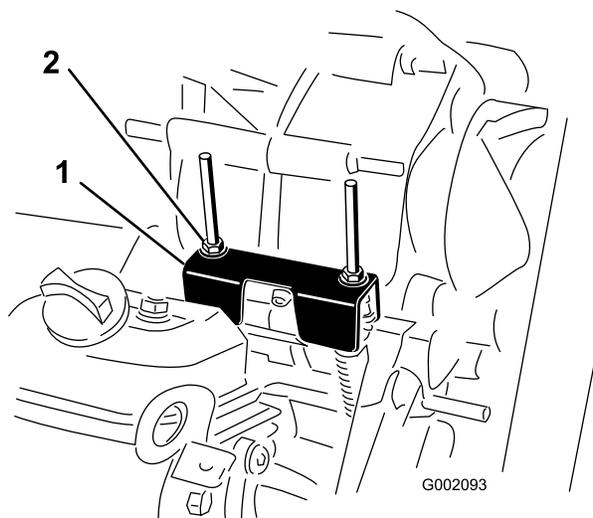

Figura 35
Durante l'esecuzione della manutenzione ordinaria e/o della diagnostica del motore, portate il transaxle in folle (Figura 35). Il veicolo è provvisto della posizione di folle sulla leva del cambio, che comanda la posizione di folle sul transaxle. Per accertarvi che la leva del cambio in folle agisca correttamente sulla posizione di folle del transaxle, osservate i punti sotto indicati.
2. Assicuratevi che la staffa di folle sia in posizione di folle (a livello della staffa di montaggio per cavo che si trova sotto la staffa del cambio) girando la frizione della trasmissione (Figura 35). Il veicolo non deve spostarsi né avanti né indietro. In caso contrario, mettete manualmente la staffa di folle in posizione di folle.
3. Serrate uno dei dadi di bloccaggio (Figura 35) per ottenere una distanza di 0,76–1,52 mm.